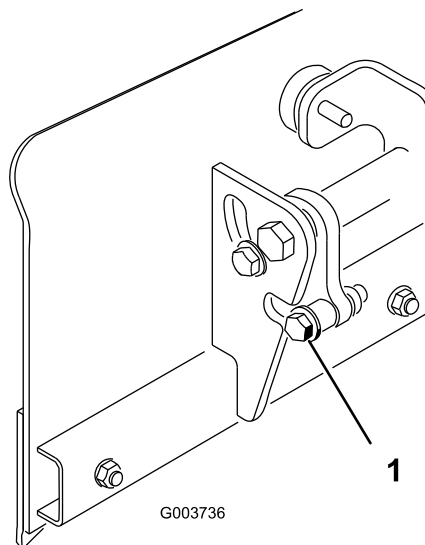

Bild 4
2. Nehmen Sie den hinteren Anschlagbolzen, die Scheibe und das Distanzstück an jeder Seite des Planierschildes ab (Bild 4). Bewahren Sie die Teile für eine spätere Installation auf.